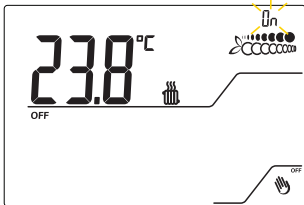
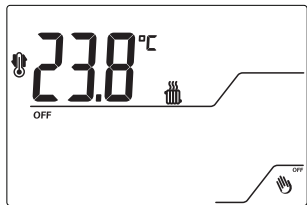

Fig.10
Fig.11
5.1 La funzione di OFF si attiva tenendo premuto il tasto  ^{OFF} per almeno 4 secondi. Può essere attivata con e senza funzione Antigelo. E' importante per evitare danni causati da temperature troppo basse. La fig.10 indica che l'impianto è in OFF con la funzione Antigelo attiva; La fig.11 indica che l'impianto è in OFF con la funzione antigelo disattivata, mostrata dal simbolo .